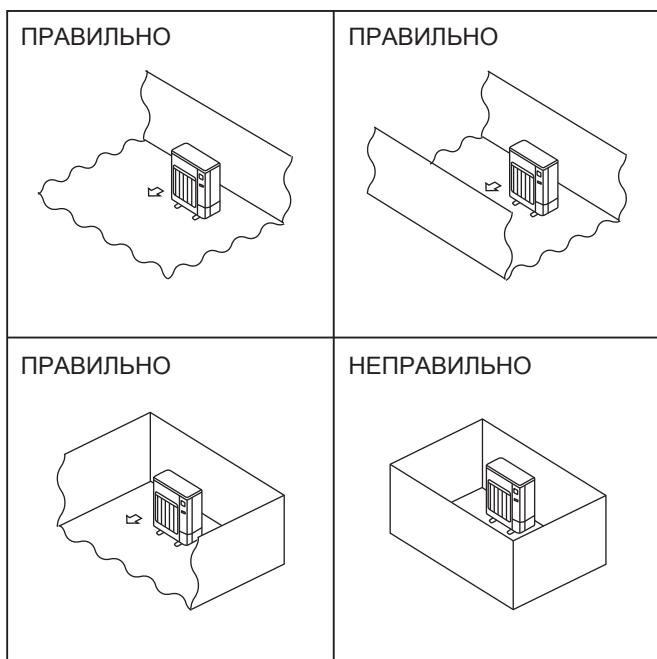

Fig. 2-2
- ⊙ Установлюйте зовнішні блоки в місцях, де принаймні одна з чотирьох сторін відкрита, або в досить великому просторі без перешкод. (Fig. 2-2)